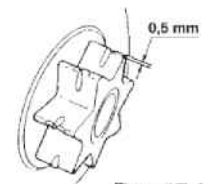

Рис. 17.4
- Звездочка привода (рис. 17.4).